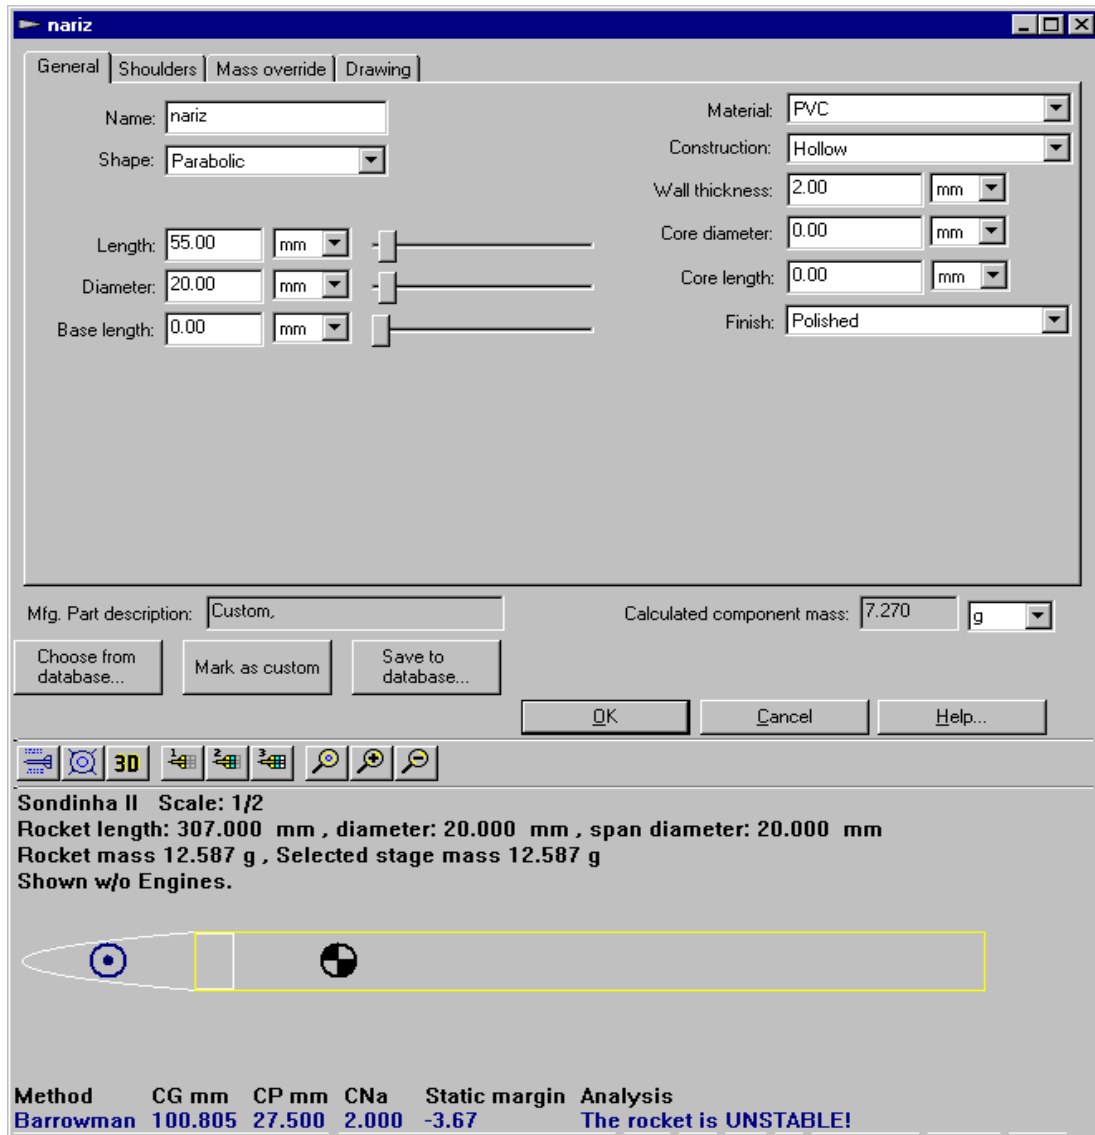

Figura 6. Dados do nariz do exemplo 1.
- na janela seguinte, item “General” do menu, definir os dados de acordo com o mostrado na Figura 6;